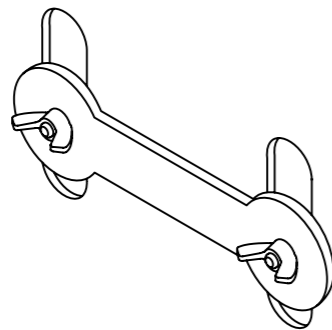

Рисунок 5.7. Барашковые винты на креплении кронштейна
4. Отсоедините кронштейн от кофра. Для этого на задней стороне кофра, где размещены колёса, открутите удерживающие его болты (рис. 5.7) и снимите крепежную пластину.